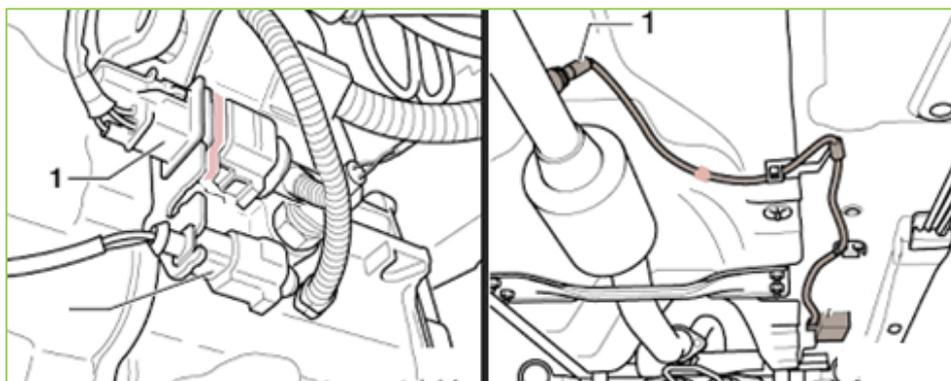

Figura 2: Sistema NSC/NSR
- **Nell'NSC** (NOx Storage Converter) o **NSR** (NOx Storage Reduction): questi sistemi hanno il compito di "stoccare" gli NOx e tramite una combustione più o meno ricca, si crea un processo di rigenerazione, in modo da favorire l'eliminazione/l'abbattimento degli NOx (vedi figura 2).